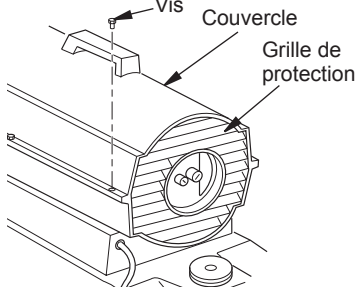

Figure 7 - Dépose du couvercle (Modèles 40, 55T, et 70T)
1. En se servant d'un tourne-écrou de 5/16 po, retirez les vis qui se trouvent de chaque côté du couvercle. Ces vis retiennent le couvercle sur le boîtier (voir Figure 7 ou 8).
1. Déposez le couvercle (voir Figure 7 ou 8).
1. Déposez le couvercle (voir Figure 7 ou 8, page 9).